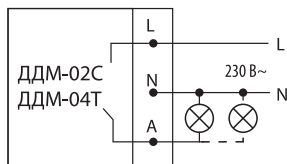

Рисунок 7. Схема подключения датчиков движения ДДМ-02С, ДДМ-04Т
- подключить проводники к клеммным зажимам датчика, пользуясь схемой подключения на корпусе датчика или в настоящем Руководстве (рисунок 7);